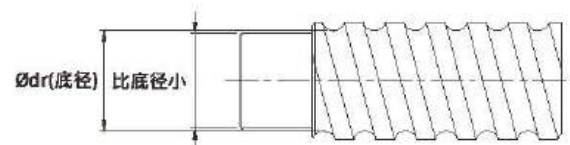

图4 出牙—内循环轴端必要条件
(1) 若您选用内循环或端盖式循环的滚珠丝杆, 则其丝杆的一端螺纹必须出牙且肩部最大尺寸必须小于底径, 若要求肩部尺寸大于底径亦可, 但需有螺纹线留于肩部上便于螺母装入。如下图4所示。